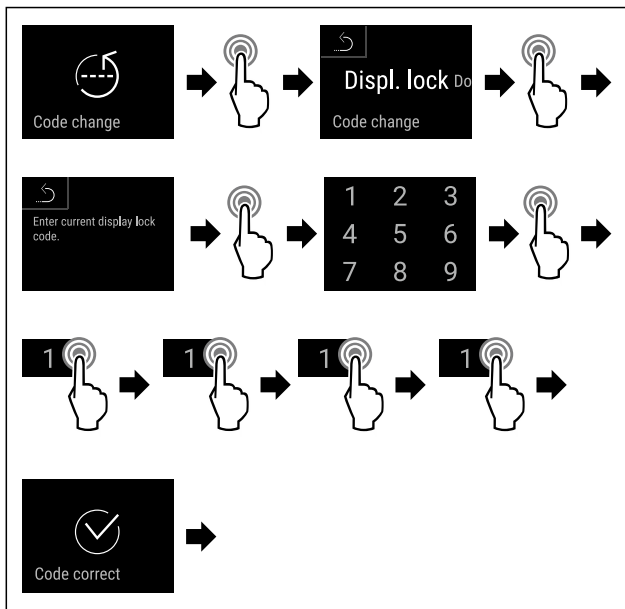

Fig. 84
- ▶ Atlikite veiksmus (žr. Fig. 84) .